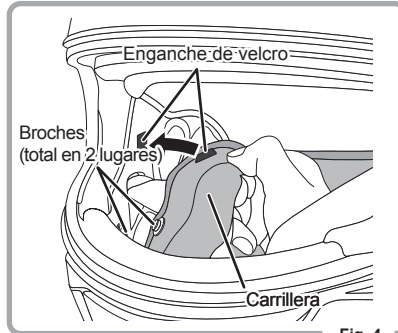

Fig. 4
5. Fije los dos broches de presión y el enganche de velcro (Fig. 4).